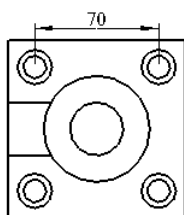

图 5.2.45 尺寸显示
➤ 标注图 5.2.45 所示的尺寸，可以按照如下的方法操作。
Step5. 此时系统弹出 **DIM ORIENT (尺寸方向)** 菜单，选择 **Horizontal (水平)** 命令，此时在视图中显示尺寸，如图 5.2.45 所示。